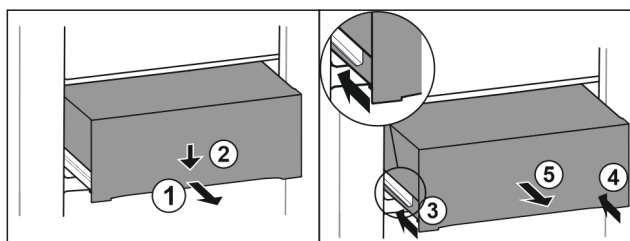

Fig. 163
- ▶ Zásuvku napůl vytáhněte. Fig. 163 (1)
- ▶ Stlačte zásuvku na přední straně dolů. Fig. 163 (2)
- ▶ Zasuňte levou kolejničku přibližně do 2 cm. Fig. 163 (3)
- ▶ Zasuňte pravou kolejničku přibližně do 2 cm. Fig. 163 (4)
- ▶ Vyjměte zásuvku dopředu. Fig. 163 (5)